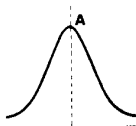

fig. 25
- A) Frekvensgång i primärspolen med kortsluten sekundärspole. Omkopplarknappen ska stå åt vänster och tryckkontakten ska vara nedtryckt. Om du nu vrider vänster skalratt långsamt från fullt utslag på ena sidan till fullt utslag på andra, så ser du att lampan lyser upp till maximal ljusstyrka och sedan åter tappar ljusstyrka. Detta framställs grafiskt i fig 25. I punkt A lyser lampan som klarast. I denna punkt ligger primärlindningens resonansfrekvens.